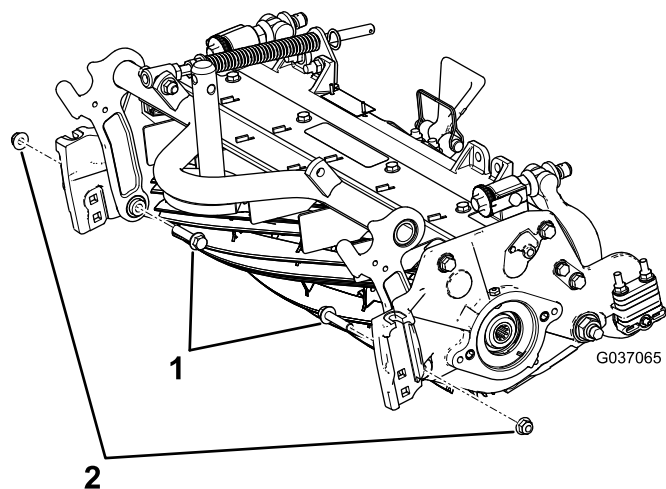

Figura 7
- B. Montate i 2 bulloni a testa flangiata preesistenti dall'interno dell'apparato di taglio e fissateli con dadi di bloccaggio flangiati da $\frac{3}{8}$ ". (Figura 7).